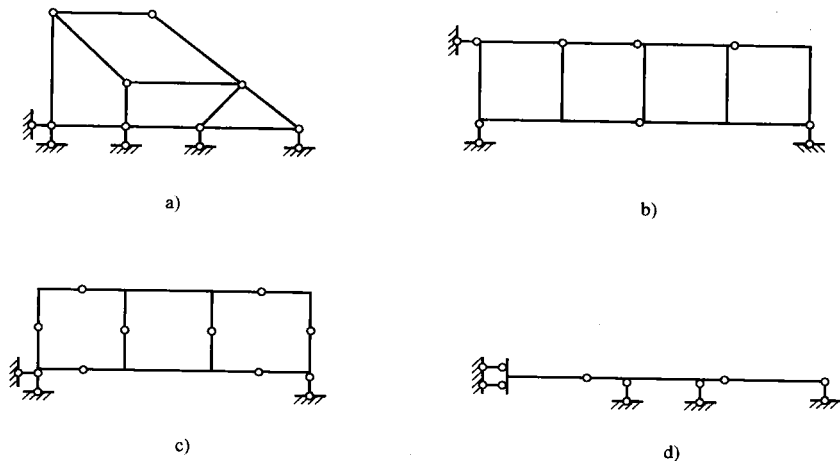

图 1-18 习题 1 图
1. 求图 1-18 所示体系计算自由度并进行几何组成分析。